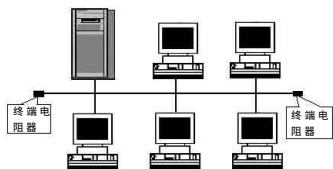

图2
①总线型网络结构。总线型网络拓扑如图2,每一台工作站都共用一条通信线路(总线),其中任何一个结点发送的信息都会总线传送到每一个结点上,属于广播方式的通信。每台工作站在接收到信息时,先分析该信息的目的地址是否与本地地址相一致。若一致,则接收此信息,否则拒绝接收。在总线型网络的安装中应注意以下几点:一是这种网络结构一般使用同轴电缆进行网络连接,不需要中间的连接设备,建网成本较低;二是每一网段的两端都要安装终端电阻器;三是仅适用于连接较少的计算机(一般应少于20台);四是网络的稳定性较差,任一结点出现故障时将导致整个网络的瘫痪;五是主要用于10Mbps的共享网络。